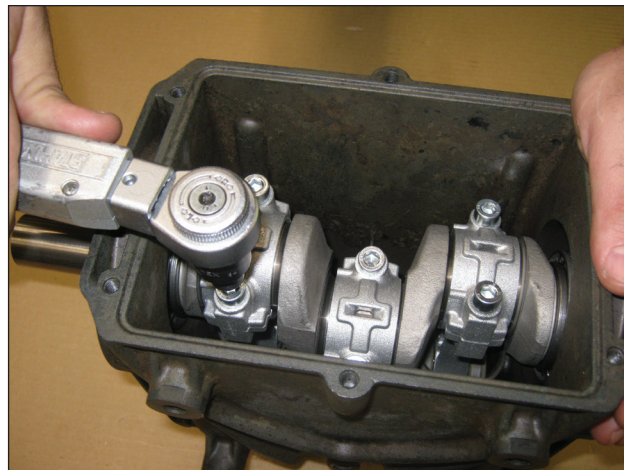

Fig. 10
- Fissare i cappelli ai rispettivi fusti biella mediante le viti M8x35 (Fig. 10) lubrificando sia il sottotesta che il gambo filettato, procedendo in due differenti fasi: